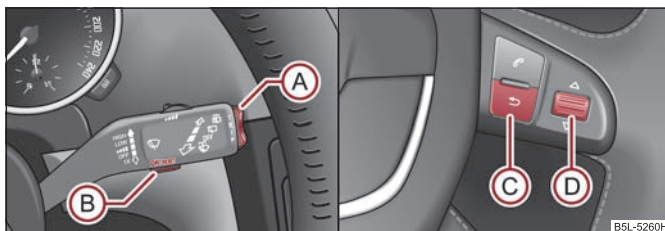

Fig. 20 Indicatorul multifuncțional: Elementele de comandă de la maneta de acționare a ștergătoarelor / elementele de comandă de pe volanul multifuncțional
- **MAIN MENU (MENIUL PRINCIPAL)** se activează prin apăsarea tastei basculante (A) ⇒ fig. 20 mai mult de 1 secundă.
- De la tasta basculantă (A) puteți selecta punctele de meniu. După scurta apăsare a tastei (B) se afișează informația selectată.
- **MAIN MENU (MENIUL PRINCIPAL)** se activează prin apăsarea tastei basculante (C) ⇒ fig. 20 mai mult de 1 secundă.
- Prin rotirea roțiței (D) puteți selecta fiecare meniu. După o scurtă apăsare a roțiței (D), se afișează meniul selectat.
- Prin scurta apăsare a tastei (C), săriți cu un domeniu mai sus, prin apăsarea tastei (C) mai mult de 1 secundă apălați **MAIN MENU (MENIUL PRINCIPAL)**.